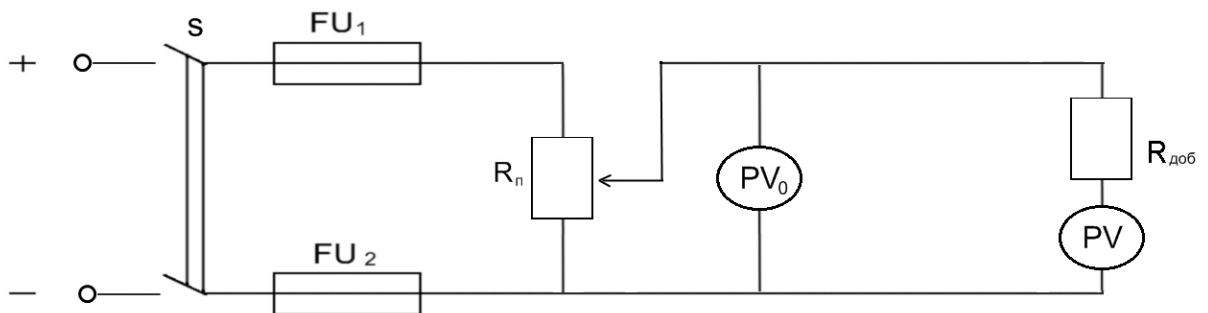

Рис.1 Принципиальная схема включения вольтметра в цепи
5. Собрать электрическую цепь согласно предложенной схеме (рис.1)
1. Собрать цепь по схеме (рис.1) и подключить ее к источнику постоянного тока 0-15 В.